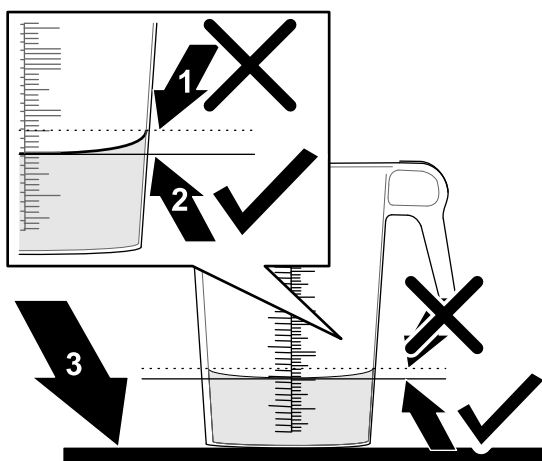

Рисунок 47
6. Поставьте градуированную емкость на ровную поверхность и определите объем жидкости (Рисунок 47).